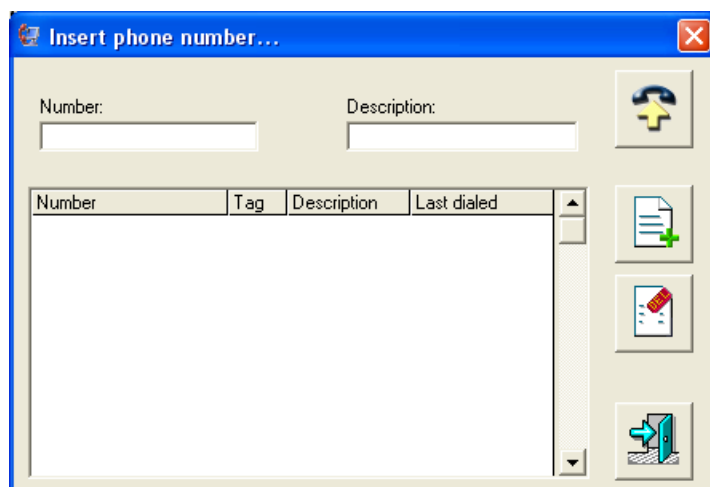

fig.21
- Si aprirà la finestra **Insert phone number** (fig.21). Cliccare due volte sul numero desiderato e successivamente premere il tasto  per connettersi al modem. Se il numero non dovesse apparire nella lista, procedere come segue: